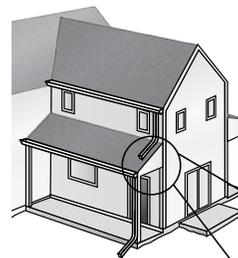

Ilustración 1
- Los paneles granulados para porche HardieSoffit® Beaded Porch pueden instalarse como sofito o cielo raso sobre estructuras ya sea de madera ó de acero calibre 20 (33 mils) como mínimo a calibre 16 (54 mils) en cumplimiento con el código local de construcción. Vea los requerimientos generales de fijación. Instale los sofitos a elementos de la estructura con una medida nominal de 2 x 4 y con un espacio máximo de 24" al centro (ilustración 1), con la dimensión larga en forma perpendicular a la viga o al travesaño de la estructura.
- Los paneles se pueden instalar como se muestra en la ilustración 1.